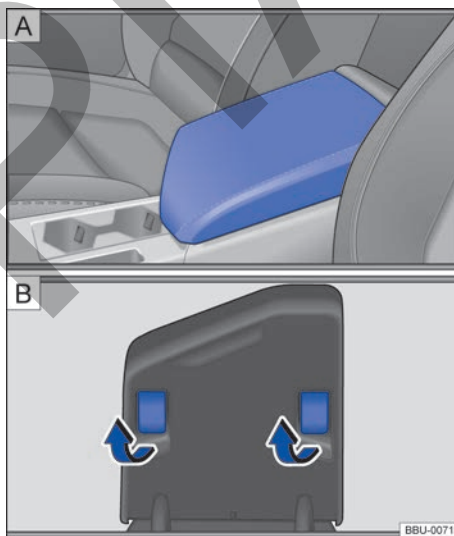

Fig. 78 Reposabrazos central delantero.
- Para *subir* el reposabrazos → fig. 78 [A], tire de él hacia arriba y despliegue los apoyos de plástico en el sentido de las flechas → fig. 78 [B]. A continuación, bájelo.
- Para *bajar* el reposabrazos → fig. 78 [A], tire de él hacia arriba y pliegue los apoyos de plástico en el sentido contrario al de las flechas → fig. 78 [B]. A continuación, bájelo.